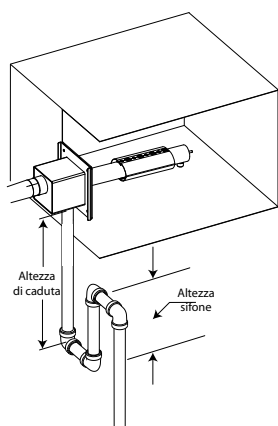

Fig. 3.b
**Nota:** Le connessioni e il tubo di scarico condensa mostrati in Fig.3.a e 3.b non fanno parte del sistema ultimateSAM.